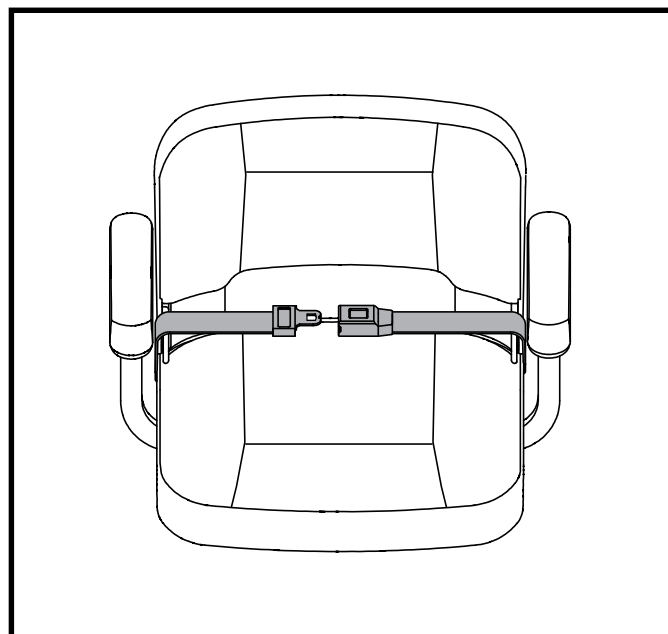

Abb. 26. Rückhaltegurte - Rückhaltegurt mit Schloss
1. Schloßzunge in das Schloßteil stecken, bis der Schnellverschluß hörbar einrastet. **Siehe Abb. 26.**